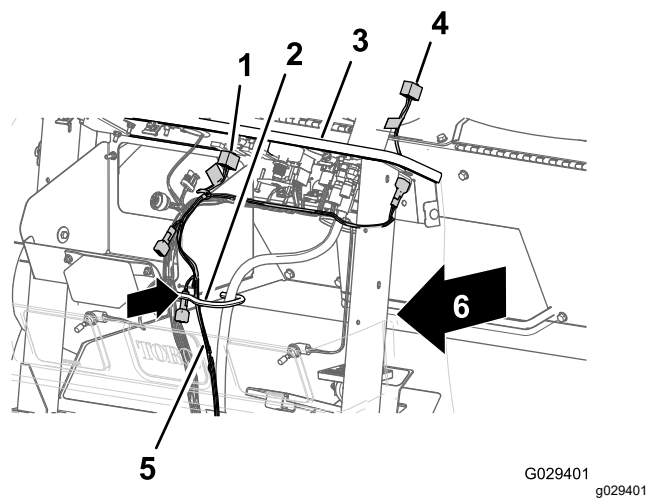

图 15
- 安装线束的 240cm 仪表板支管穿过前舱壁开口处的橡胶套并穿过电缆及软管钩的内侧图 15。